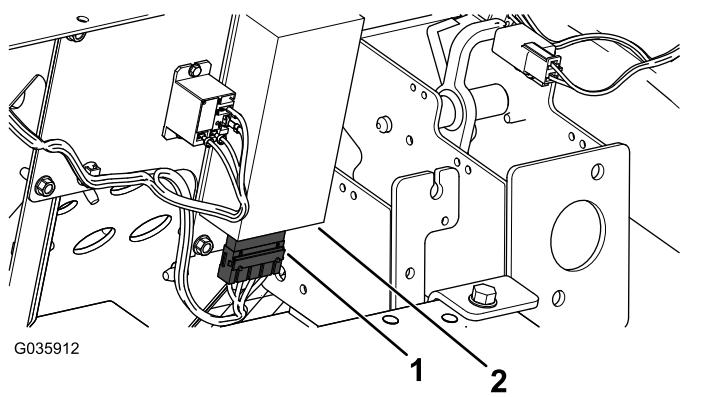

Figure 8
- Reliez le connecteur du faisceau de modification de la tension au convertisseur (Figure 8).